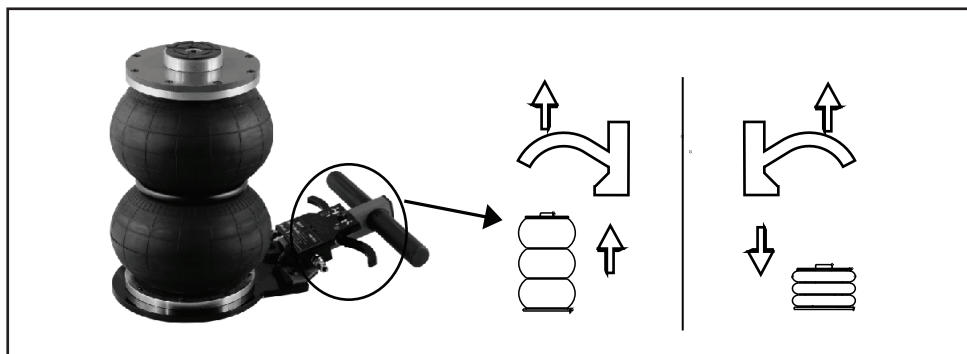

Fig. 03
- Drücken Sie den Abzug nach rechts zur „Aufwärts“-Position, die Last wird zur gewünschten Höhe angehoben. Sichern Sie mit einer Stütze. (Abb. 03)
- Zum Ablassen der Last den Auslöseknopf nach links drücken, „Abwärts“-Position. (Abb. 03)
- Pull the right trigger, "Up" position, the load is lifted to the desired level. Secure with support stand. (Fig.03)
- To lower the load, pull the left trigger, "Down" position. (Fig.03)